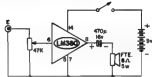

Fig.12
- FIG. 12 - O "ESQUEMA" (SUPER-SIMPLES) DO AMPLIFICADOR EXPERIMENTAL COM LM380 - Praticamente "lá" só tem o Integrado! Notem como esses "super-componentes" tendem a simplificar tudo de uma maneira fantástica... Fora o próprio LM380, temos apenas um potenciômetro para "dosar" o nível do sinal de Entrada (notem que apenas a Entrada Inversora do Integrado é usada...) e um capacitor eletrolítico para acoplar o sinal de Saída diretamente a um alto-falante! Absolutamente mais nada! A alimentação, situada bem dentro dos parâmetros requeridos pelo Integrado, fica em 9 VCC, que podem ser fornecidos por 6 pilhas pequenas ou médias, em suporte, ou ainda por uma fonte capaz de liberar Corrente de 350mA "para cima" (9V). Uma nota, contudo: se for desejado um som bem "puro", com um mínimo de zumbi-